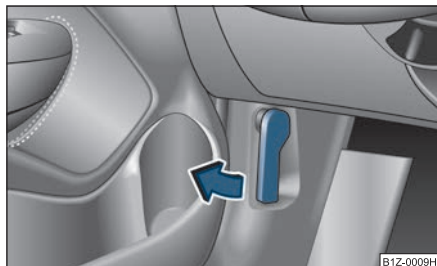

Fig. 208 Maneta de deblocare a capotei motorului
- Trageți maneta de deblocare de sub bord, pe partea conducătorului ⇒ fig. 208.
- Deblocați capota motorului ⇒ fig. 208.